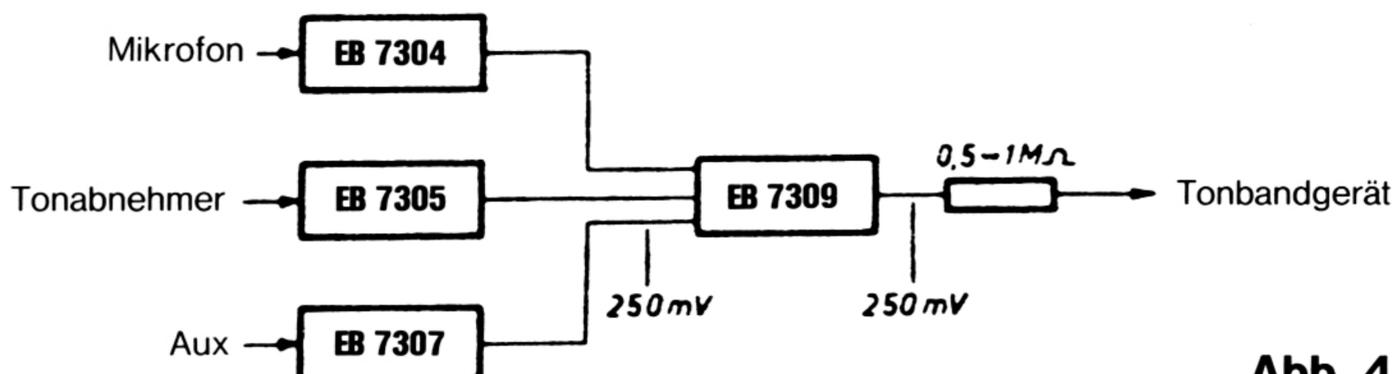

Abb. 4
2. Am Ausgang des Zweifach-Summenverstärkers EB 7309/EB 7310 bzw. am Ausgang der nachgeschalteten Klangregleinheit. In diesem Falle nehmen Sie das gemischte Signal aller Eingangs-Signalquellen auf. Diese Belegung hat den Vorteil, daß Sie unabhängig von der Lautstärke des Endverstärkers mit-schneiden können (Abb. 4).
Andere Anwendungen der Mischeinheiten als in einem kompletten großen Mischverstärker sind selbstverständlich auch möglich. In Abb. 4 wird z. B. ein einfacher Stereo-Mischverstärker gezeigt, mit dem man sehr gut Tonband- oder Cassetten-Aufnahmen herstellen kann. Die Vorverstärker-Einheiten sind dabei mit dem Zweifach-Summenverstärker verbunden, der das Mischsignal über einen 1 MOhm-Widerstand (pro Kanal) an den Tonband-Eingang, den sogenannten Dioden-Eingang, abgibt.